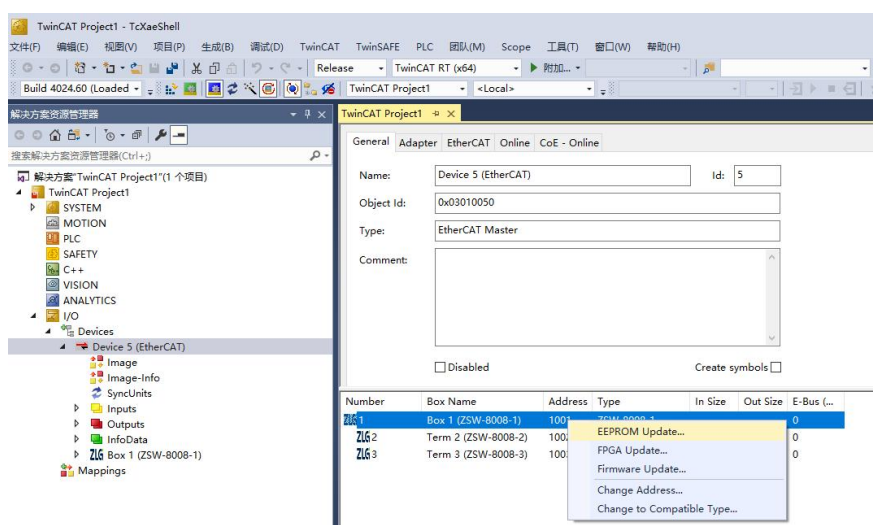

图 5.2 选择设备更新 EEPROM
2. 打开 TwinCAT, 点击扫描设备, 扫描完成后选择扫描出来的 Device 设备, 在 General 栏选择需要烧录 EEPROM 的从站设备, 鼠标右击, 点击 EEPROM Update..., 如图 5.2 所示。